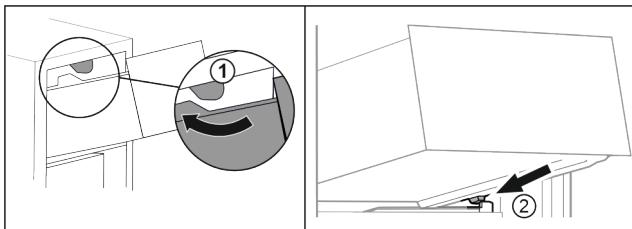

Fig. 69
- Umetnute ladicu oko gornjih zaustavljača. Fig. 69 (1)
- Stavite ladicu ukoso iza donjih zaustavljača na žlijeb spremnika. Fig. 69 (2)